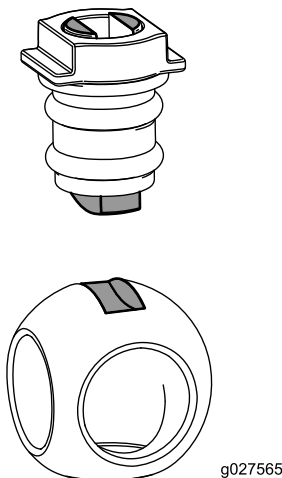

Figura 79
6. Insira a esfera no corpo da válvula (Figura 79).
Nota: A haste da válvula deve caber dentro da fenda do acionamento da esfera. Se a haste da válvula não encaixar, ajuste a posição da esfera (Figura 79).